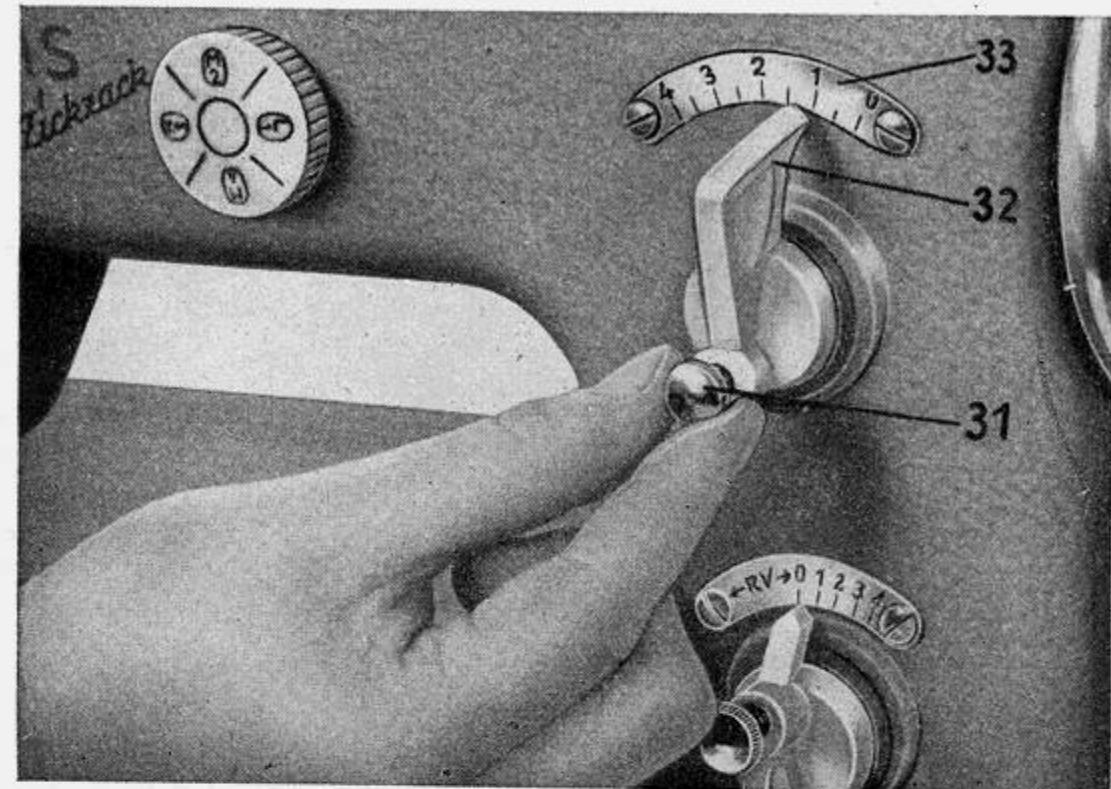

Рис. 46
a) Регулятор ширины зигзагообразной строчки (рис. 46)
б) Регулятор положения зигзага (рис. 46)